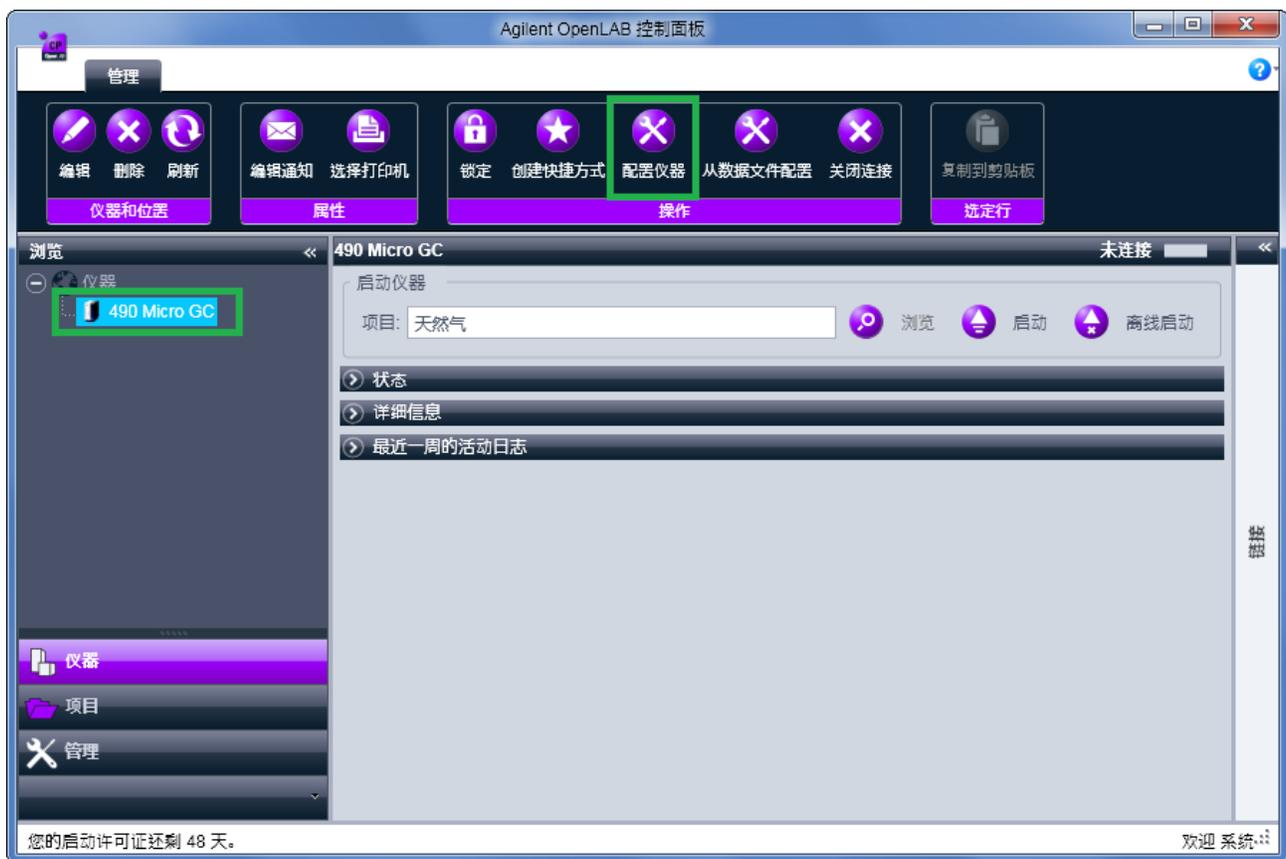

图 29 OpenLAB 控制面板
- 2 在**操作**工具栏中, 选择**配置仪器**。请参见图 29。